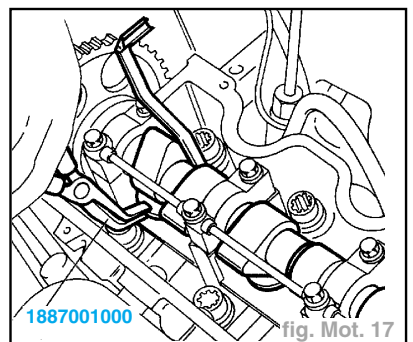

fig. Mot. 17
- soulever précautionneusement la pastille à remplacer puis la déposer à l'aide de la pince **1887001000** (Fig. Mot. 17).